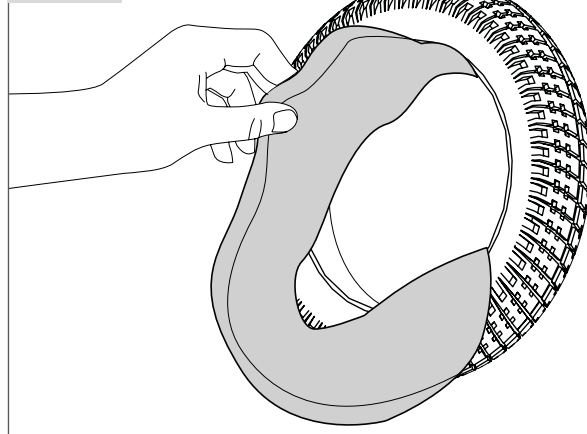

Fig. 8.9
- Se till att alla delar är rena innan du monterar tillbaka, (Fig. 8.9).